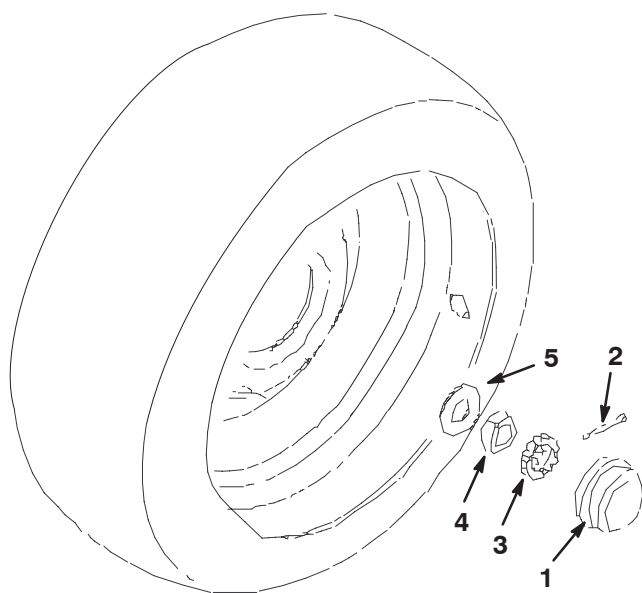

Figure 68
2. Retirez le capuchon anti-poussière au bout de la fusée. Enlevez aussi la goupille fendue de fixation du dispositif de retenue (Fig. 68).
3. Serrez l'écrou de blocage (Fig. 68) à environ 8,5–11,3 Nm avec une clé à main.